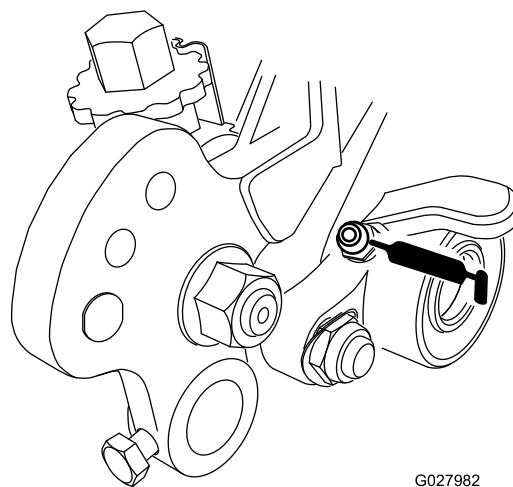
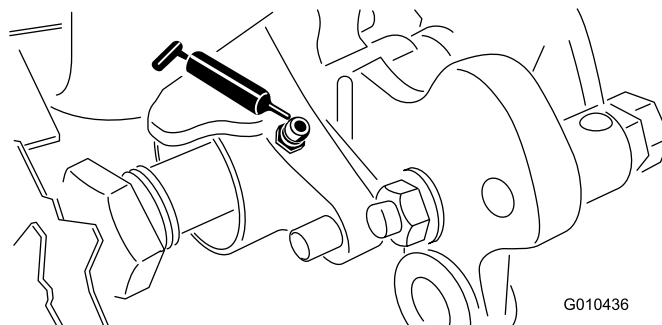

Figure 17
Figure 18
33. Lubrifiez les roulements du groomer (**Figure 17** et **Figure 18**) chaque semaine ou toutes les 10 heures de fonctionnement, avant une longue période d'inactivité et immédiatement après chaque lavage. Injectez de la graisse dans les graisseurs jusqu'à ce qu'elle suinte sur